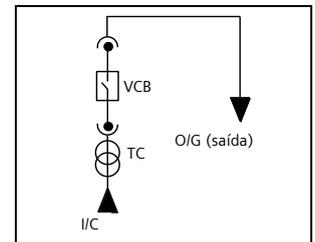

Fig. 11
1.2.7.4 Painel com conexões I/C e O/G (Fig. 11)